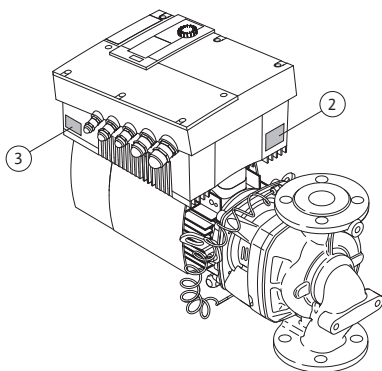

Fig. 12: A típustáblák elrendezése:
- A meghajtás típustáblája az elektronikamodulon, a kábelátvezetések oldalán található (Fig. 12, 3. poz.). A villamos csatlakozást a meghajtás típustábláján szereplő adatoknak megfelelően kell kialakítani.